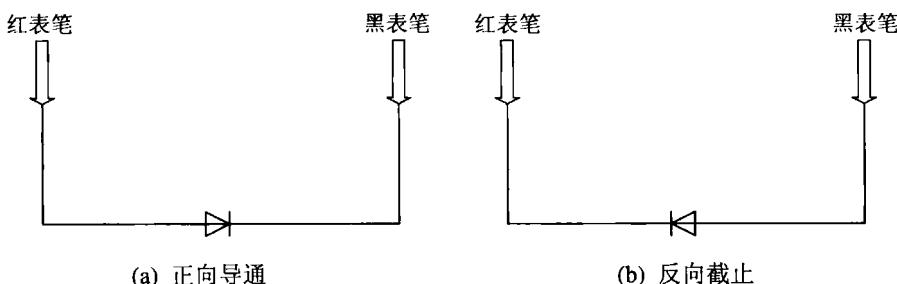

图 1-2 测量二极管
(4) 电容的测量：先将量程开关置于相应的电容量程上，然后将测试电容插入“Cx”插孔。需要注意的是，在测试电容容量之前，电容应充分放电，以防止损坏仪表。
(5) 电感的测量：先将量程开关置于相应的电感量程上，然后将被测电感插入“Lx”插孔。需要注意的是，同一电感量在不同阻抗时测得的电感值不同。在使用 $2\ mH$ 量程时，应先将表笔短路，以测得引线电感值，然后将其在实测值中减去。
(6) 二极管导通电压的检测：先将旋钮开关置于“ $\rightarrow +$ ”挡位，再将红表笔尾端插入“V/ Ω /Hz”插座中，黑表笔尾端插入“COM”插座中，两表笔与二极管的接法如图 1-2 所示。
若按图 1-2(a)接法测量，则被测二极管正向导通，万用表显示二极管的正向导通电压，单位是 mV。通常，好的硅二极管的正向导通电压应为 $500\ mV \sim 800\ mV$ ，好的锗二极管的正向导通电压应为 $200\ mV \sim 300\ mV$ 。若显示“000”，则说明二极管已被击穿短路；假若显示“1”，则说明二极管正向不通。若按图 1-2(b)接法测量，则应显示“1”，说明该二极管反向截止；若显示“000”或其他值，则说明二极管已被反向击穿。